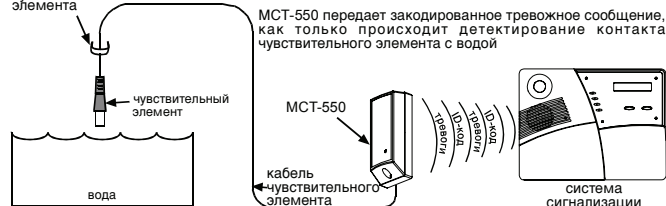

Рис. 1 - Применение датчика MCT-550
B. Закрепите кабель и чувствительный элемент на стене с помощью трех хомутов. Один из хомутов должен закрепляться сразу над чувствительным элементом. Сам чувствительный элемент должен быть установлен строго в вертикальном положении и смотреть вниз. Остальные хомуты могут использоваться при необходимости (см. рис. 1 и 3).